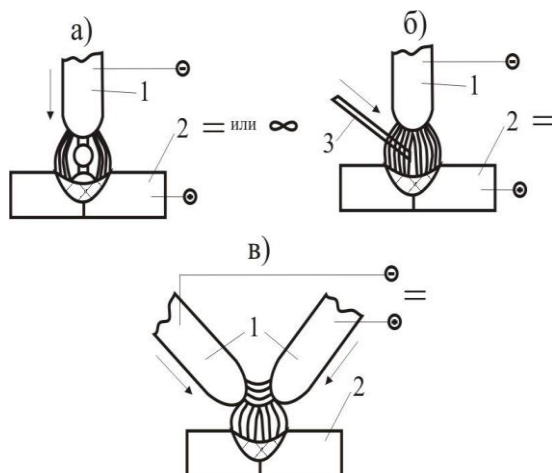

Рис.1. Способы электродуговой сварки:
1) по виду электрода: электрод плавящейся, тогда он и заполняет шов (метод Славянова), рис. 1а; неплавящийся электрод (вольфрамовый или угольный), тогда вводят дополнительный присадочный пруток (метод Бенардоса), рис. 1б;
3) по способу воздействия дуги на металл: дуга горит между электродом и свариваемым металлом (рис. 1а, б) – прямая (зависимая) дуга; дуга горит между двумя плавящимися или неплавящимися электродами (рис. 1в), а основной металл плавится теплом, излучаемым столбом дуги - косвенная (независимая) дуга;